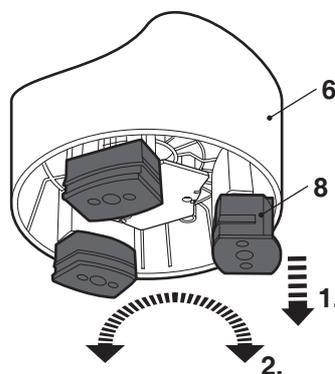

Fig. 6
> Sortez les pieds (8) de leurs compartiments respectifs (6c) situés sous la base (6), en les tirant vers le bas (Fig. 6, 1).
> Tournez les pieds à 180° jusqu'à ce qu'ils se verrouillent en position (Fig. 6, 2).